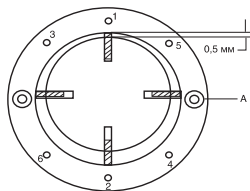

Рис. 9
те их в сухом месте, так как влага и грязь могут повредить компрессор. Заменяйте изношенные ротор и лопасти (если хотя бы одна лопасть из четырех износилась, необходимо заменить все четыре лопасти). Соберите компрессор, учитывая, что желобки лопастей должны быть направлены к центру ротора, и зазор между ротором и статорным кольцом (26) должен быть 0,5 мм, как показано на рис. 9.